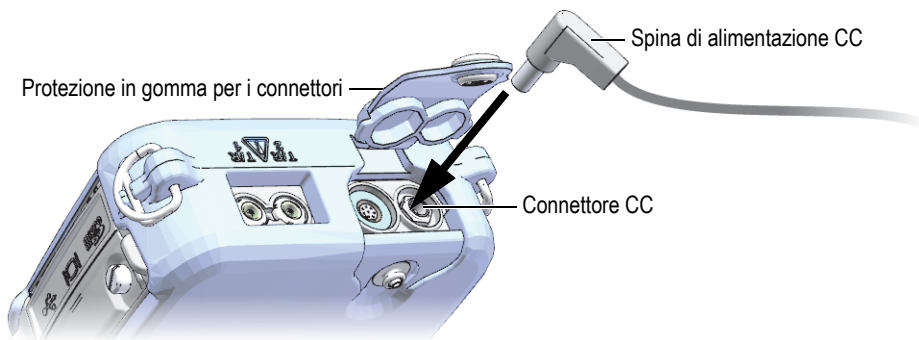

Figura 2-3 Collegamento della spina di alimentazione CC
2. Nel 39DL PLUS, sollevare la protezione in gomma che copre il connettore CC del 39DL PLUS (vedi Figura 2-3 a pagina 51).
3. Collegare la presa di alimentazione CC del caricabatterie-alimentatore al connettore CC (vedi Figura 2-3 a pagina 51).